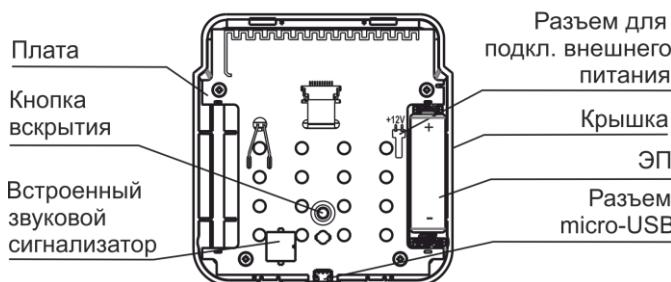

Рисунок 2
**4.1** Конструктивно пульт выполнен в виде блока, состоящего из основания и съемной крышки (рисунок 2).